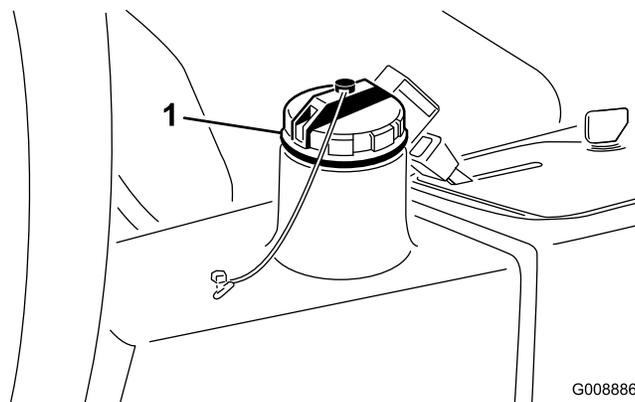

Figure 58
3. Remplissez le réservoir (Figure 58) d'environ 13,2 litres d'huile hydraulique (voir Contrôle du niveau de liquide hydraulique).